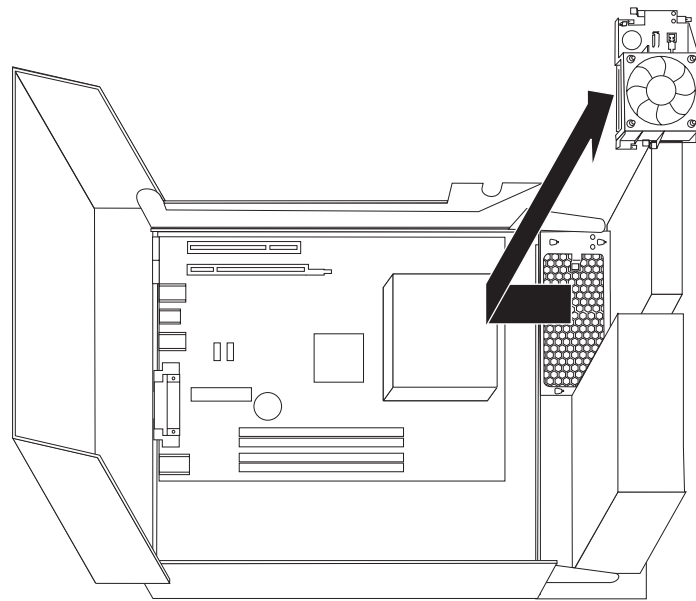

図33. ファンへのアクセス
2. ファン **1** へアクセスするためにドライブ・ベイを上方へ旋回させます。図33を参照してください。